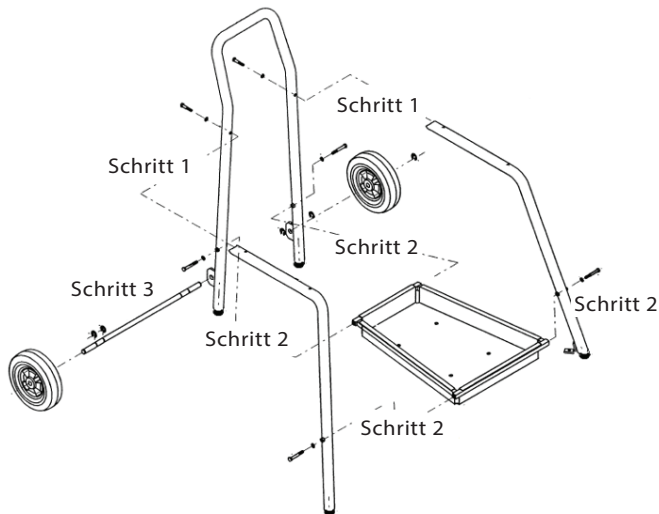

Abbildung 4 – Zusammenbau des Dreibein-Untergestells
3. Führen Sie die Achse in die Nasen ein, die am hinteren Träger/Griff überstehen, und sichern Sie die Achse mit 4 (vier) Befestigungsringen. *Siehe Abbildung 4.*